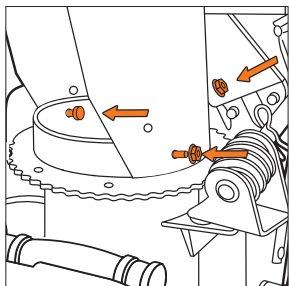

Рис. 11
- Установите желоб на отверстие выброса снега и закрепите его тремя болтами М8х20 и гайками М8 (Рис. 11).